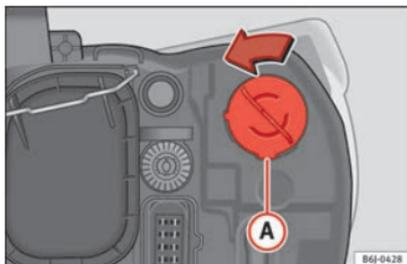

Fig. 186 Indicatore di direzione
- Ruotare il portalampadine ►► fig. 186 (A) verso sinistra e tirare.